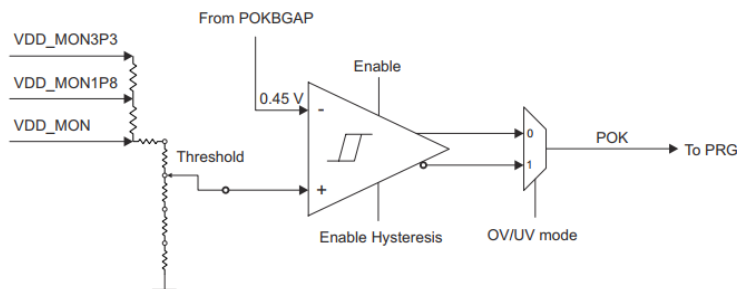

图 2 POK 典型结构框图
在 TDA4 系列处理器上 POK 典型结构如图 2 所示，包括一个电压比较器，比较器一个输入是 BGAP 参考电压 0.45V 另一个输入是待监测电压经过分压后的电压。
实际上，POK 内部包含一个电阻开关阵列，根据阈值设置和过压检测 (OD) 和欠压检测 (UD) 可编程开关状态，数字解码器会生成开关控制信号来保证只有其中一个开关会闭合。上图 2 中可以看到阈值配置寄存器（每个 POK 都有自己的 CTRL 寄存器）和 POK 的器件连接端口（即 VDD_MON3P3、VDD_MON1P8 或 VDD_MON）来进行分压的示意。表 1 则给出不同端口的阈值选择有效范围，映射关系是 VDD_MON3P3 对应 3P3_POK，VDD_MON1P8 对应 1P8_POK，VDD_MON 对应 CORE_POK。